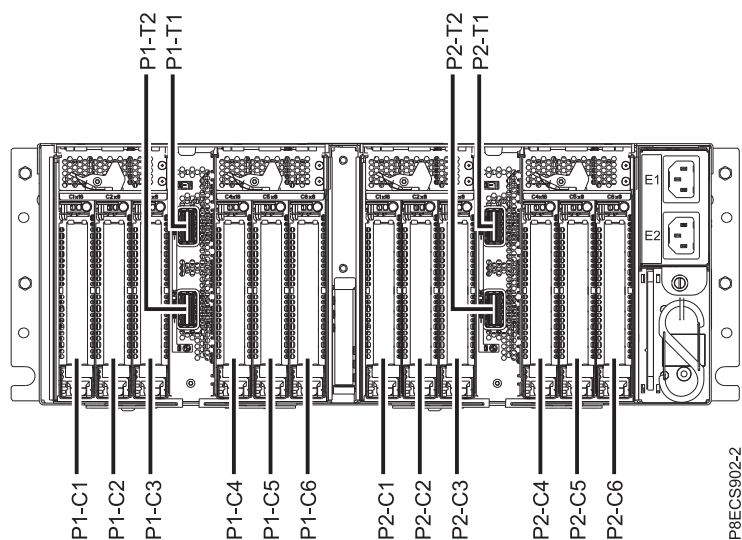

図 15. PCIe3 拡張ドロワーの PCIe アダプター・スロットの位置
2. PCIe アダプターを取り付けるスロットを決定します。PCIe Gen3 I/O 拡張ドロワーの PCIe アダプターの配置規則とスロットの優先順位を参照してください。PCIe アダプター スロットは、PCIe3 拡張ドロワーの背面に取り付けられている入出力モジュール・ベイに入っています。16 ページの図 15 は、PCIe アダプターのロケーション・コードを示しています。